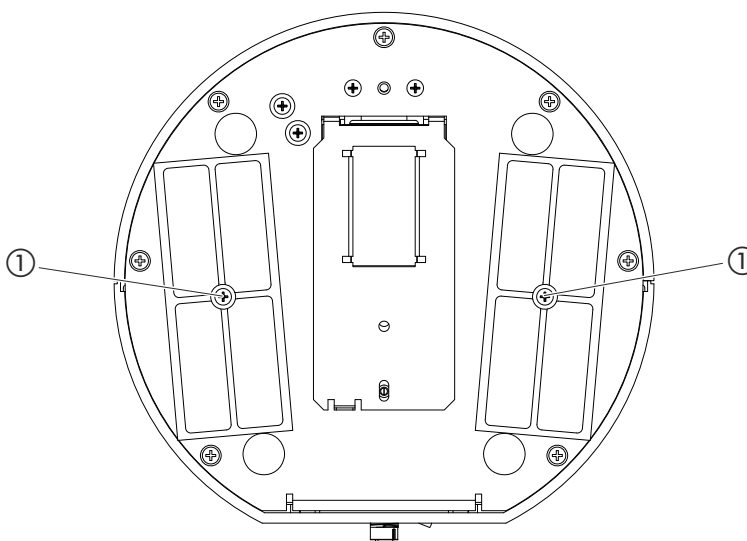

Abb. 15: Sicht von unten
- 3 Lösen Sie die beiden Schrauben in der Mitte der Filterhalter, siehe Abb. 15 auf Seite 61.